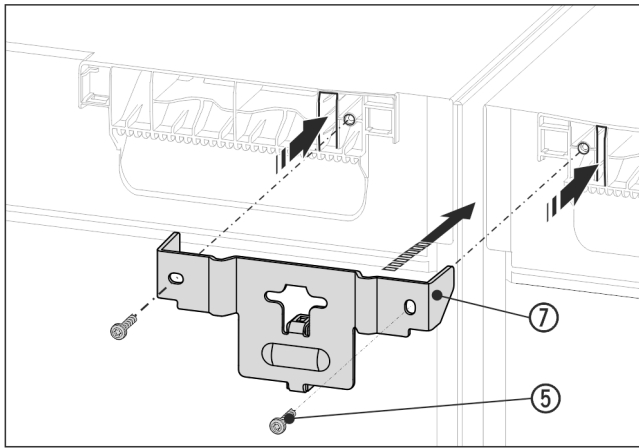

Fig. 16 Illustrationen är ett exempel
- Tryck in vinkel Fig. 16 (7) och distansstycke mellan apparaterna och mot flikarna i apparaternas tak. Dra fast med två skruvar Fig. 16 (5).